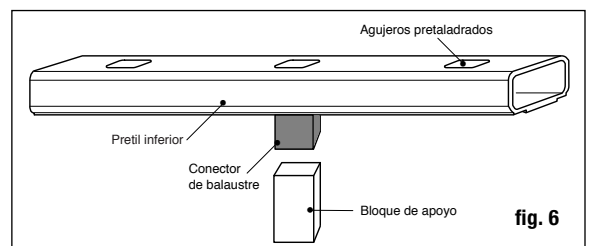

fig. 6
Paso 7 Encuentre el centro de la cara inferior del barandal inferior y sujete el conector de balaustre incluido al bloque de apoyo usando el tornillo incluido. Consulte los requisitos del código de construcción para ver el espacio máximo entre la superficie de la terraza y la parte inferior del barandal; recomendamos 7.6 (3 pulg.) pero puede ser menos si lo desea. Si es necesario, recorte el bloque de apoyo a la altura determinada (fig. 6)